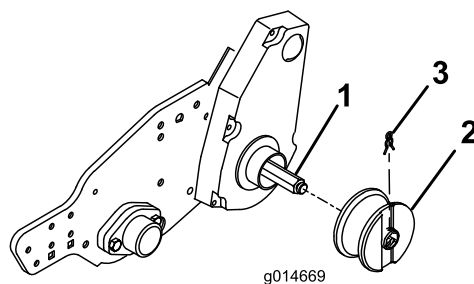

Рисунок 6
6. Наденьте рельсовое колесо на каждый вал так, чтобы его паз был направлен наружу, и закрепите колесным зажимом (Рисунок 6).